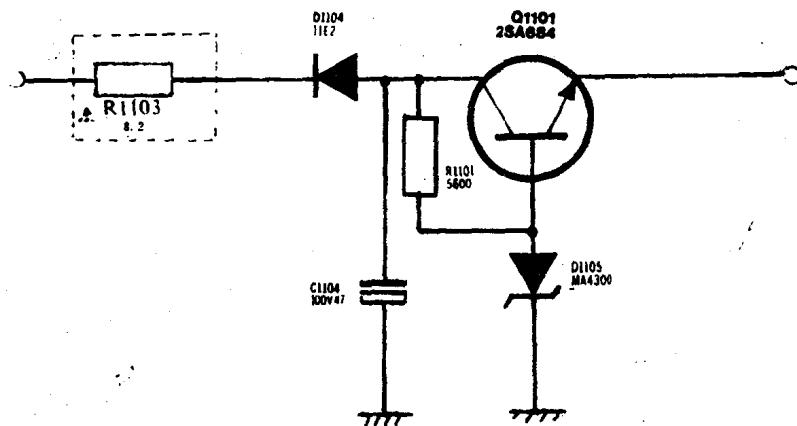

Fig 2—1—2
检修过程：首先检查显示屏工作电压，AC4V 正常，而 IC7501⑩脚无 -29V 电压，说明电源电路有故障。查电源电路 Q1101 集电极 -54V 正常而发射极输出为零，基极电压也为零。故障在 D1105 和 Q1101 两个元件上。焊下这两只元件测 Q1101 良好，测 D1105 已短路，换一新 30V 稳压二极管故障排除。故障部位电路见图 2—1—2。
检修思路：电源指示灯不亮，说明故障在电源部分。本机小信号处理电路 12V 工作电源，由电源变压器 T1101 (14.5V) 绕组经整流稳压后提供，局部电路见图 2—1—3。AC14.5V 经 F1102 保险丝 D1102、C1102 整流滤波，一路经插件 P1101⑨脚送 IC1001⑦脚，然后由 IC1001⑤脚输出稳压 12.3V (REG12.3V)，该 12.3V 受系统控制电路 QR6005 输出电平控制。QR6005 集电极输出低电平时关，高电平时开。一路经 Q1102、D1101、C1101 稳压非开关 12V (NON-SW12V) 送遥控接收电路 IC7503、Q7503。检修时应先检查插件 P1101 各输出电压是否正常。正常值见下表：